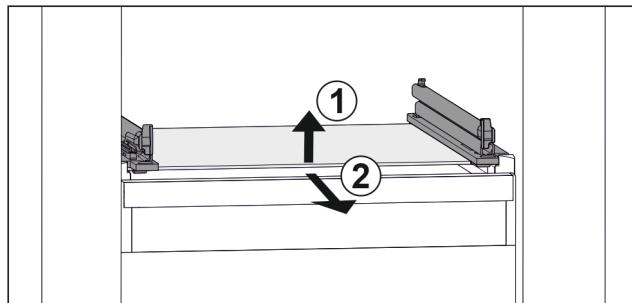

Fig. 139 Приблизне відображення скляної пластини
- Підняти скляну пластину спереду. Fig. 139 (1)
- Вийняти скляну пластину рухом вперед. Fig. 139 (2)